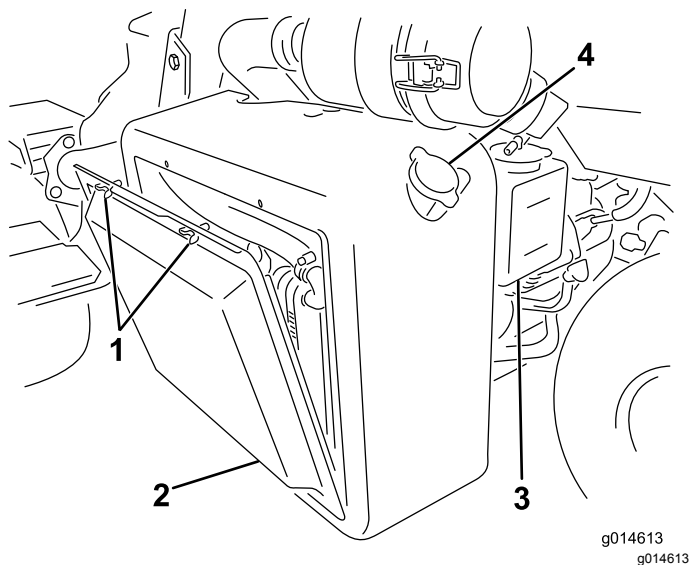
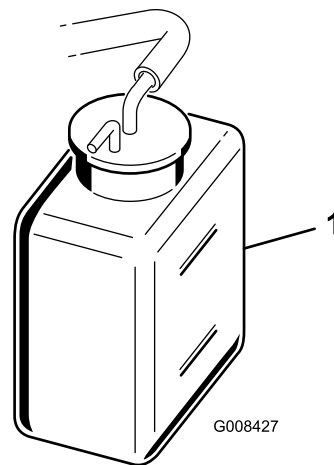

図 38
図 39
1. ラジエーターのスクリーンを外す 図 38。
2. 冷却液の量を点検する 図 38 と 図 39。